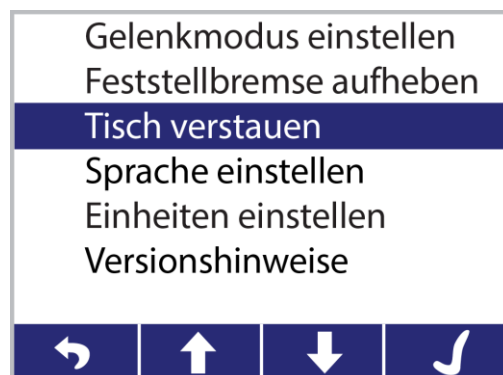

Abbildung 41: Bildschirm mit der Option Tisch verstauen
2. Durch Drücken der **Abwärtspfeil**-Bildschirmtaste **Tisch verstauen** (Abbildung 41) auswählen. Die zum Häkchen gehörige Bildschirmtaste drücken.